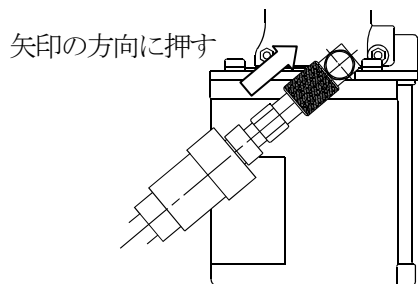

図4-3
- ① 圧縮空気を供給する。(OSバルブを開く) (図4-3)